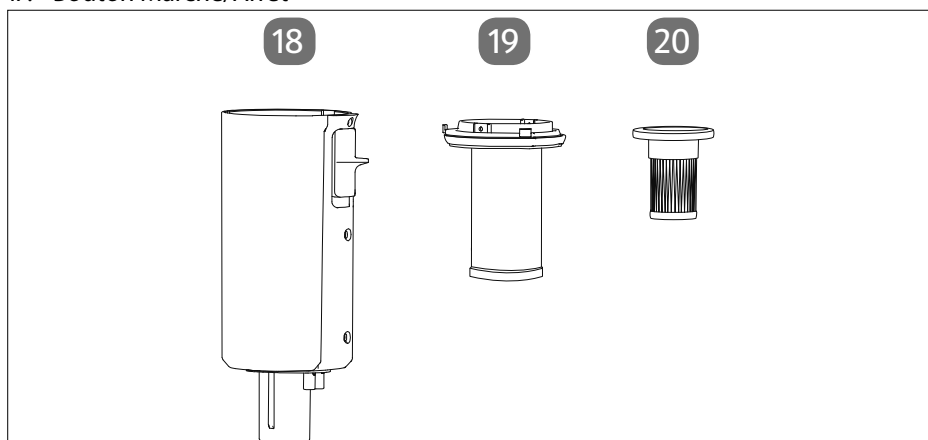

Fig. 3
- ▶ Rechargez votre aspirateur à l'aide du bloc d'alimentation fourni (voir fig. 3 & 4).